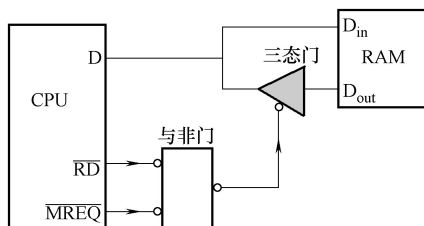

图 16-44 输入线和输出线分开的随机存储器与 CPU 连接电路
- 1) 有的 RAM 数据线输入线与输出线是分开的，这种情况下要外加三态门，随机存储器才能与 CPU 相连接，如图 16-44 所示。